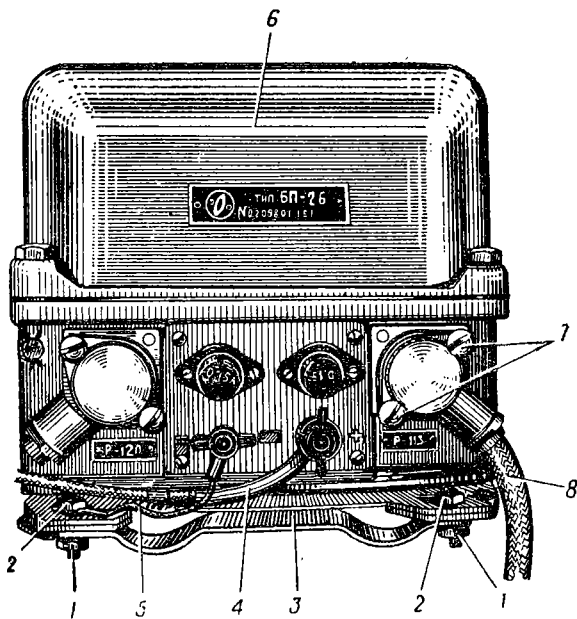

Рис. 77. Установка блока питания:
1. Вывернуть винты 7 (рис. 77) и отсоединить вилку кабеля 8 от розетки полуразъема блока 6 питания.
1. Установить блок 6 (рис. 77) питания на кронштейн 3 и закрепить болтами 2 с гайками 1 и пружинными шайбами, подложив под головку левого болта наконечник провода 5.